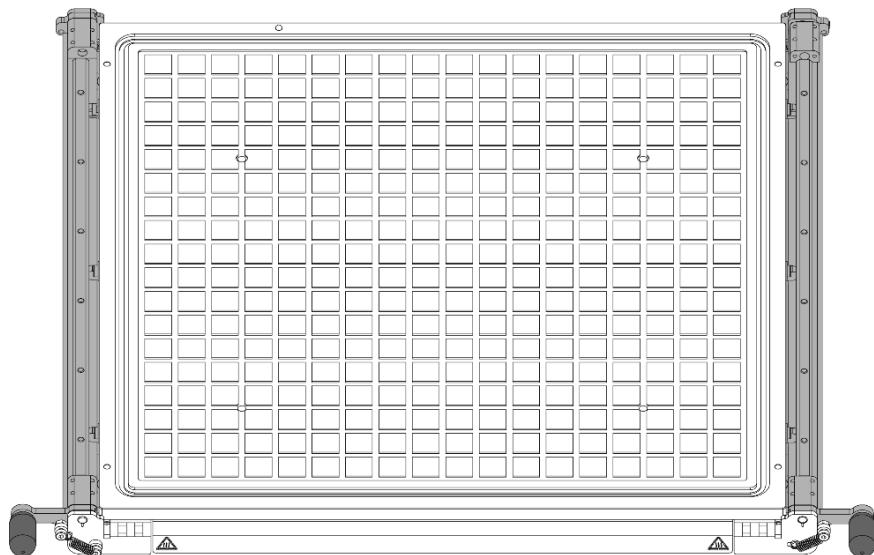

Рис. 60. Монтаж подогреваемой платформы - отклонение ручек
6. С помощью ручек (рис. 60, черные) отклонить две боковые защелки (рис. 60, серые).